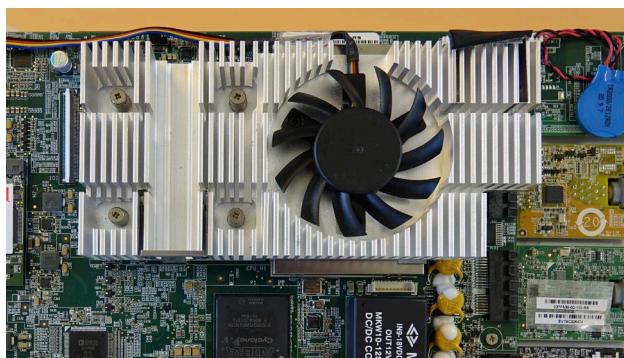

Figur 29 Fjerne skruene fra viften
b) Løsne de tre skruene som holder viften på plass (se figur 29)
- f) Sett inn og stram de tre skruene (maks. moment 0,3 Nm) som holder viften på plass (se figur 29)